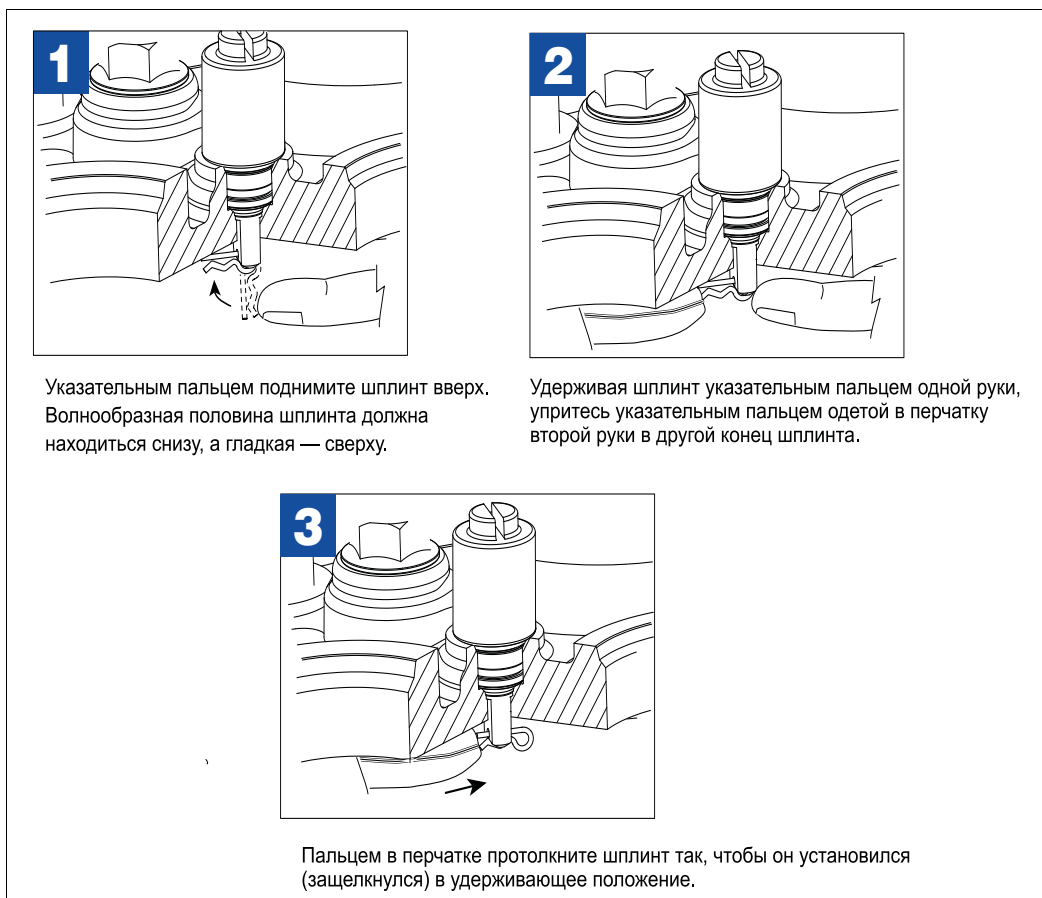

Рис. 42. Установка в удерживающее положение шплинта винта воздушной продувки
9. Ввернув (но не зажимая) винт до упора по часовой стрелке, указательным пальцем руки протолкните шплинт, как показано на фрагменте 1 рис. 42).
10. Удерживая шплинт в горизонтальном положении указательным пальцем одной руки, указательным пальцем одетой в перчатку второй руки упритесь в конец шплинта (фрагмент 2 рис. 42).
11. Указательным пальцем одетой в перчатку руки протолкните шплинт так, чтобы он зафиксировался (защелкнулся) в удерживающем положении (фрагмент 3 рис. 42).